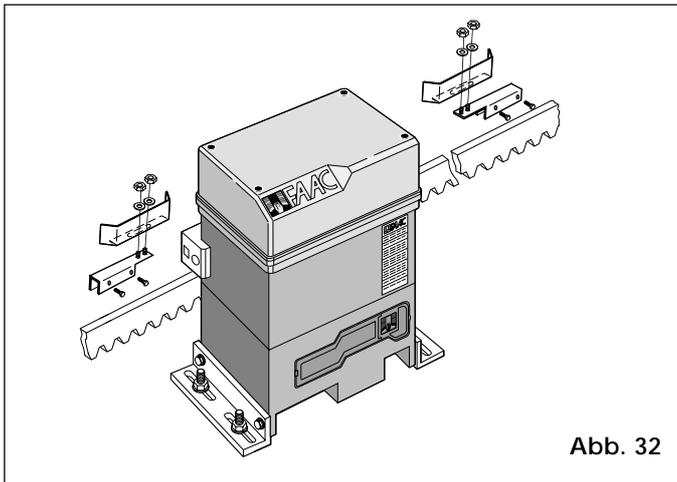

Abb. 32
- 2) Beim Einbau des Endschalters das Profilblech zu den Stiftschrauben der Aufnahme zentrieren (Abb.32).